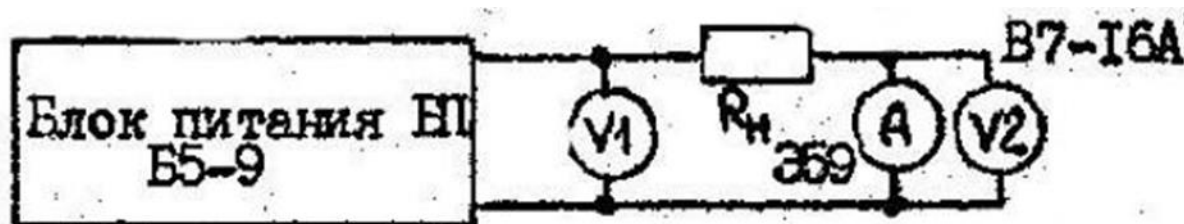

Рис.3.6. Схема измерения мощности постоянного тока косвенным методом при помощи вольтметра и амперметра.
1. Измерение мощности постоянного тока косвенным методом при помощи вольтметра и амперметра выполняют по схеме, приведенной на рис. 3.6. Питание схемы производят от блока питания БП типа В5-9, а в качестве нагрузки используют магазин сопротивлений R_H типа МСР. Измерение мощности выполняют при помощи вольтметра V_1 и амперметра A типа Э59. Напряжение на амперметре измеряют вольтметром V_2 типа В7-16А.